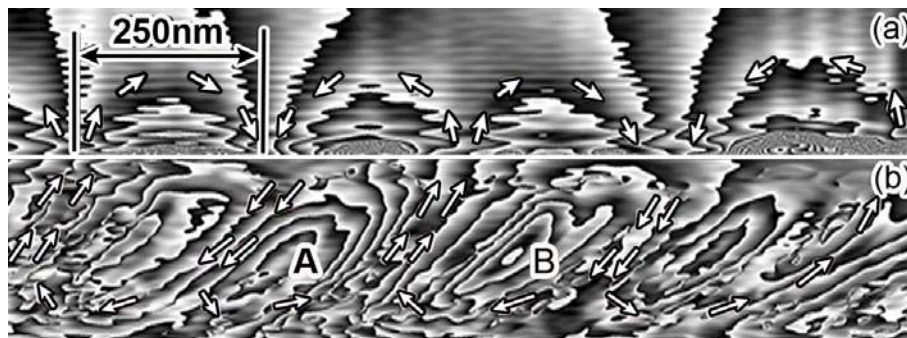

図2 電子線ホログラフィーで明らかにした Co-CoO 斜方蒸着テープの磁束分布。(a)はテープの外部（磁気ヘッドが走査するテープ上面の部分）、(b)はテープ内部の磁束線の分布を表す。記号 A、B は磁束ループの中心を示す。磁束線の方法は矢印で与えている。
2. これまで成功例のない、テープ内外の磁束分布の完璧なイメージングを達成するために、集束イオンビーム法を駆使して均一な膜厚を持つ試料を作製するとともに、入射電子線の方向を変えて複数のホログラム(試料の電磁場情報を含む電子波干渉パターン)を撮影し、電場などのノイズを除去する精緻な解析を行った。その結果、図 2 に示す通り、磁気テープの内部(b)と外部(a)の磁束分布を鮮明に可視化することに初めて成功した。図 2 では等高線状のパターンが磁束線の分布を表す。
3. 電子線ホログラフィーでは、磁気的な書込みの方向(個々の記録ビットの符号)を反映する「磁束線の向き」を一義的に決定することもできる。図 2 では、試料の内部(b)と外部(a)の磁束の方向が矢印で示されているが、右回りの磁束と左回りの磁束が交互に現れており、これらの磁束が